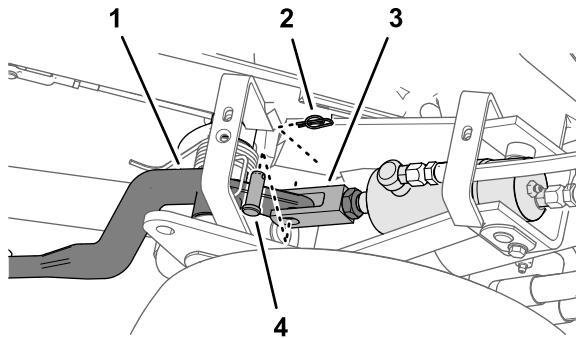
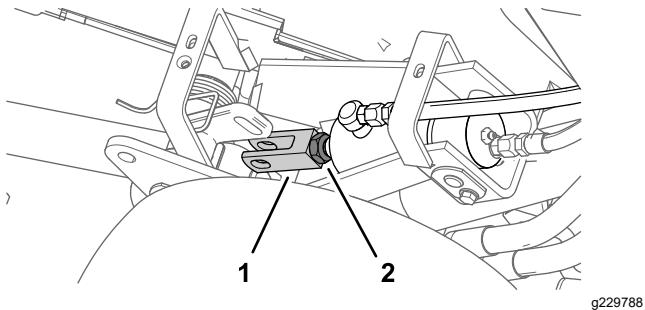

図 53
図 54
3. 調整する昇降シリンダのクレビスフィットティングを固定しているジャムナットをゆるめる図53。
4. リテーナピンとクレビスピンドルを抜き取る図53。
5. クレビスを回して適当な高さにする図54。
6. クレビスフィッティングを昇降アームに組み付けてクレビスピンとリテーナピンで固定し、ジャムナットを締め付ける図 53と図 54。